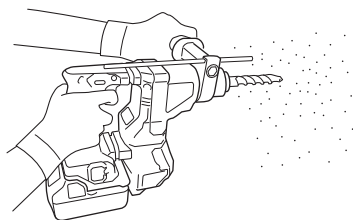

图 20
- (1) 安装钻头。
- (2) 将钻头尖端放在钻孔位置，然后拉动开关扳机。（图 20）
- (3) 使用电动锤钻进行作业时，不需要用力推压。只要稍加按压，让钻碎的粉尘徐徐排出即可。
钻头碰到建筑物的钢筋时会立即停止转动。但电动锤钻又将随即转动（如图 20），因此，必需握紧侧柄和操作柄。